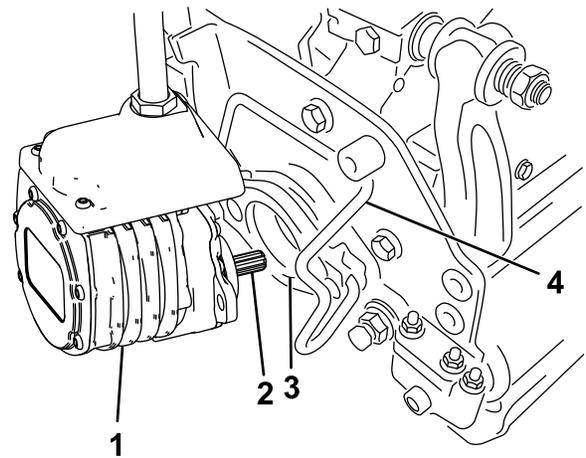

Bild 54
- Schmieren Sie die Keilwelle des Schneideinheitmotors mit sauberem Fett ein (Bild 54).
- Setzen Sie den Motor in die linke Seite der Schneideinheit (aus Sicht der Bedienerstellung) und ziehen die Motorbefestigungsstange an der Schneideinheit zum Motor, bis Sie einen deutlichen Klick von beiden Seiten des Motors hören (Bild 54).